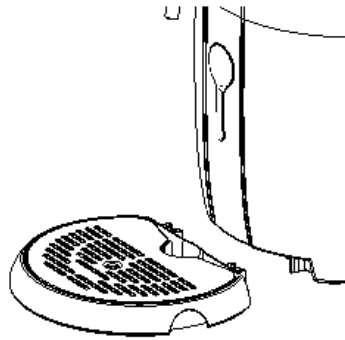

Figure 2
3. Placez le bac d'égouttement d'eau dans l'encoche (comme illustré sur la figure 2).